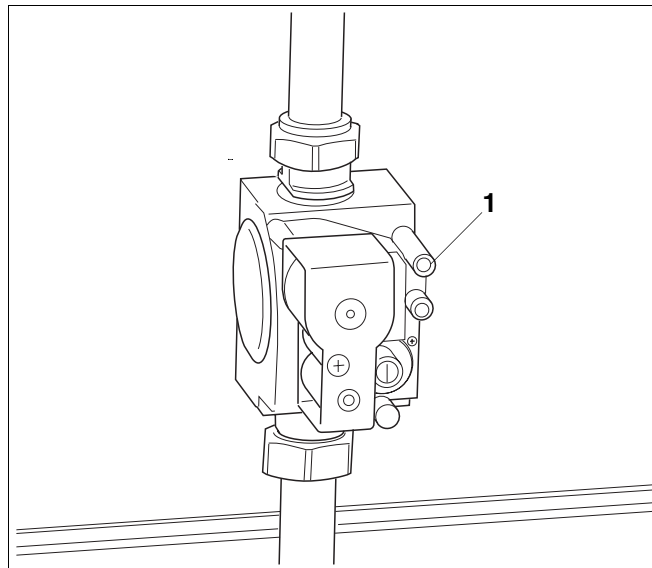

Abb. 21 Gasarmatur „SIT-Sigma 840“
- Verschlusschraube am Prüfnippel für Gasanschluss und Entlüftung (Abb. 21, **Pos. 1**) um zwei Umdrehungen lösen und Schlauch aufstecken.